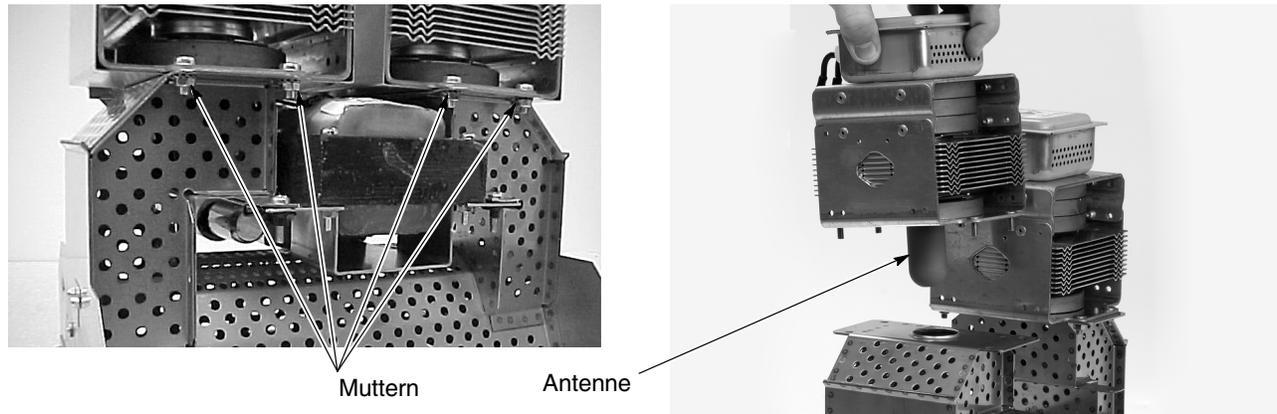

Abbildung 6-19 Entfernen von Magnetron
4. Siehe Abbildung 6-19. Die vier Muttern zur Sicherung der einzelnen Magnetronen am Wellenleiter entfernen. Die Magnetronen entfernen. Die Muttern zur Wiederverwendung aufheben.
5. Siehe Abbildung 6-19. Die Dichtung um die Antenne des neuen Magnetrons prüfen und sicherstellen, dass sie glatt und frei von Verunreinigungen ist.